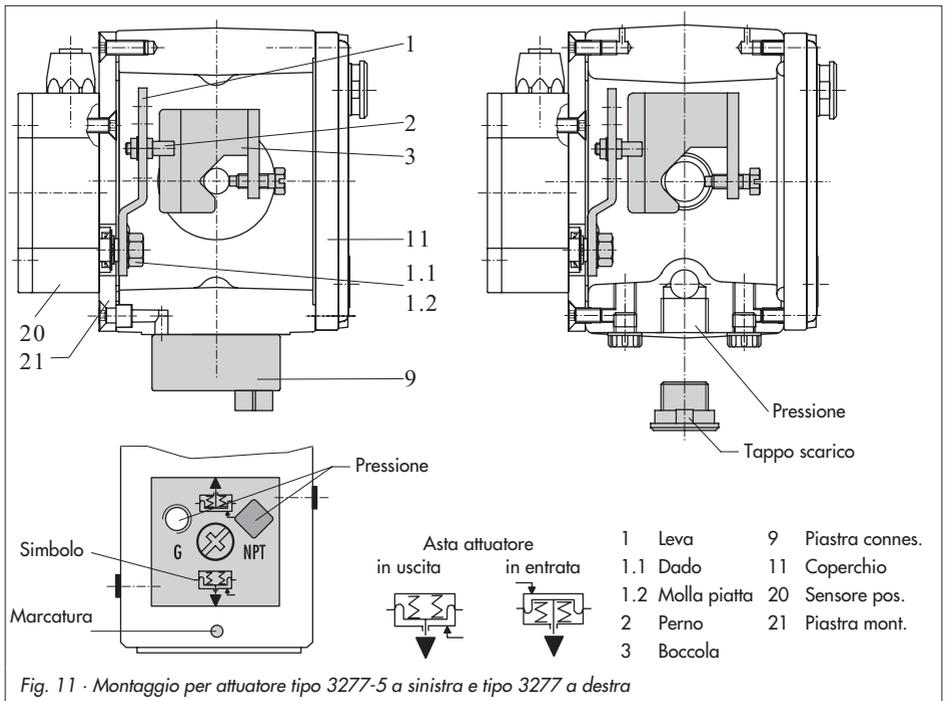

Fig. 11 - Montaggio per attuatore tipo 3277-5 a sinistra e tipo 3277 a destra
La pressione del posizionatore viene condotta tramite l'attacco di pressione della piastra di collegamento (9, fig. 11 a sinistra) alla camera dell'attuatore a membrana. Poi avvitare la piastra di collegamento (9) all'accessorio sul castello dell'attuatore.
- ▶ ruotare la piastra di collegamento (9) in modo che, per la posizione di sicurezza, il simbolo "asta in uscita" o "asta in entrata" sia rivolto verso la marcatura (fig. 11, in basso).
- ▶ assicurarsi assolutamente che la tenuta della piastra di collegamento (9) sia inserita correttamente.